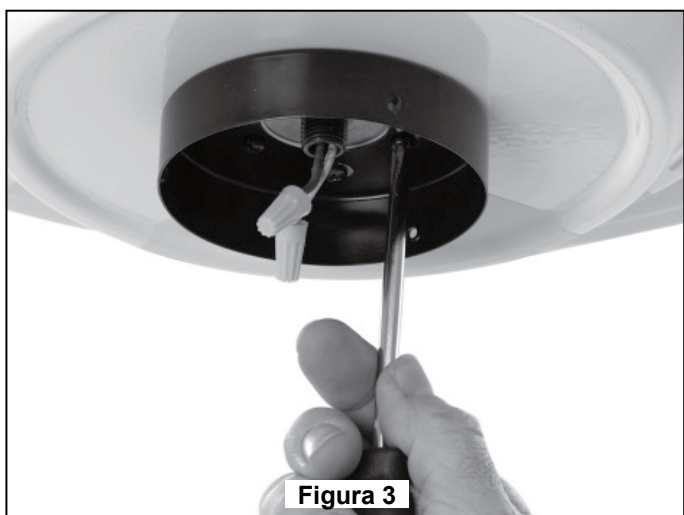

Figura 3
4. Levante cuidadosamente el ventilador y coloque el ensamble de la bola para colgar/varilla en la abrazadera para colgar que acaba de fijar a la caja de salida. Asegúrese de que la ranura de la bola esté alineada con la lengüeta de la abrazadera para colgar. (Figura. 3)
- Conecte los cables como se indica: (Figura 3)